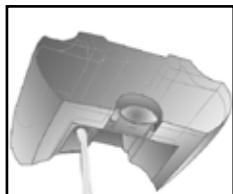

Fig. 15
► Ziehen Sie den Netzstecker aus. Nehmen Sie den Wassertank (N) ab und leeren Sie ihn aus (Fig. 15).